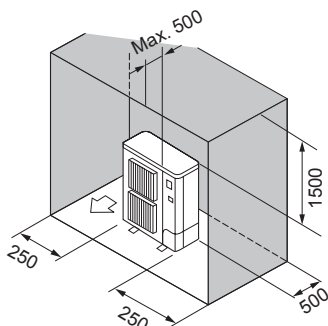

Fig. 2-11
- ⑥ Překážky pouze vzadu, po stranách a nahoře (Fig. 2-11)